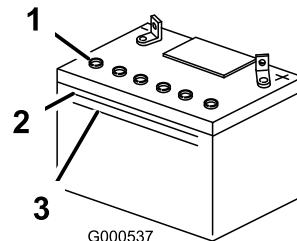

Figure 40
1. Observez le côté de la batterie. Le niveau de l'électrolyte doit atteindre le trait **supérieur** (Figure 40). Le niveau d'électrolyte ne doit pas descendre au-dessous du trait inférieur (Figure 40).
3. Enlevez les bouchons d'aération de la batterie (Figure 40)
4. Versez de l'eau distillée avec précaution dans chaque élément jusqu'au repère supérieur (Figure 40) sur le côté de la batterie.
5. Attendez cinq à dix minutes après avoir rempli les éléments. Au besoin, ajoutez de l'eau distillée pour amener le niveau jusqu'au repère supérieur sur le côté de la batterie (Figure 40).